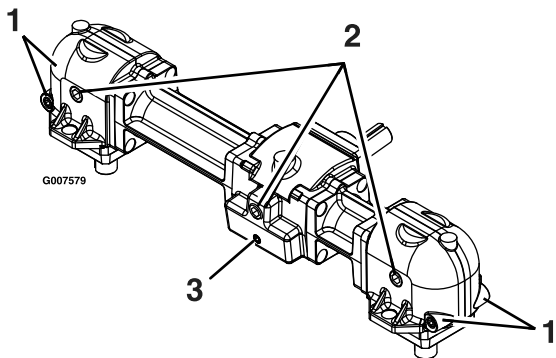

**Figure 36**
3. Déposez la protection pour accéder au boîtier d'engrenages (Figure 36)